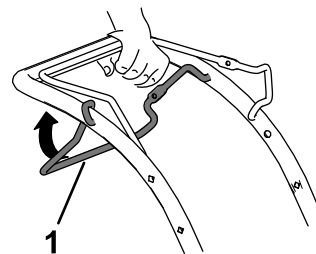

Figure 12
- Pour engager l'autopropulsion, serrez et maintenez la barre de commande d'autopropulsion contre le guidon (Figure 12).